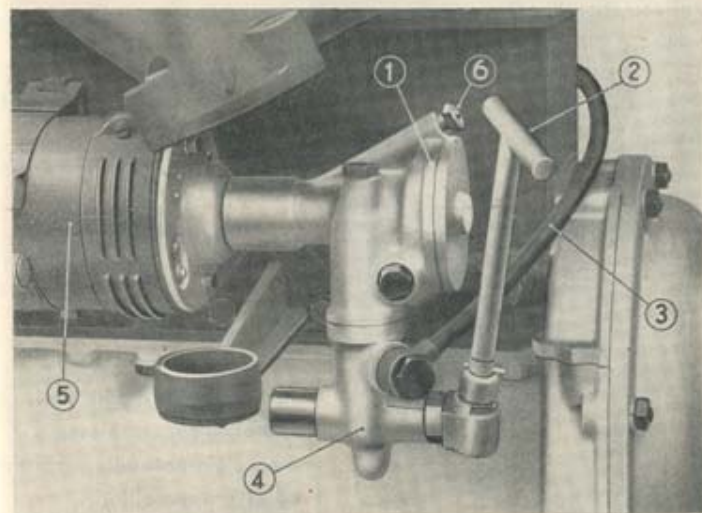

Fig. 20. - Pompa acqua e rubinetto scarico acqua dal radiatore e dal motore.
La pompa è fissata sul lato sinistro del motore ed è comandata direttamente dall'alberino della dinamo (ved. fig. 20).
Il rubinetto di scarico (4) è situato in basso sul lato sinistro del motore ed è comandato da una lunga leva (2) facilmente accessibile (vedi fig. 20).
In queste condizioni l'acqua giunge al radiatore in quantità minima e la circolazione nel motore avviene attraverso il tubo (3) ed il collettore di aspirazione (vedi fig. 20).